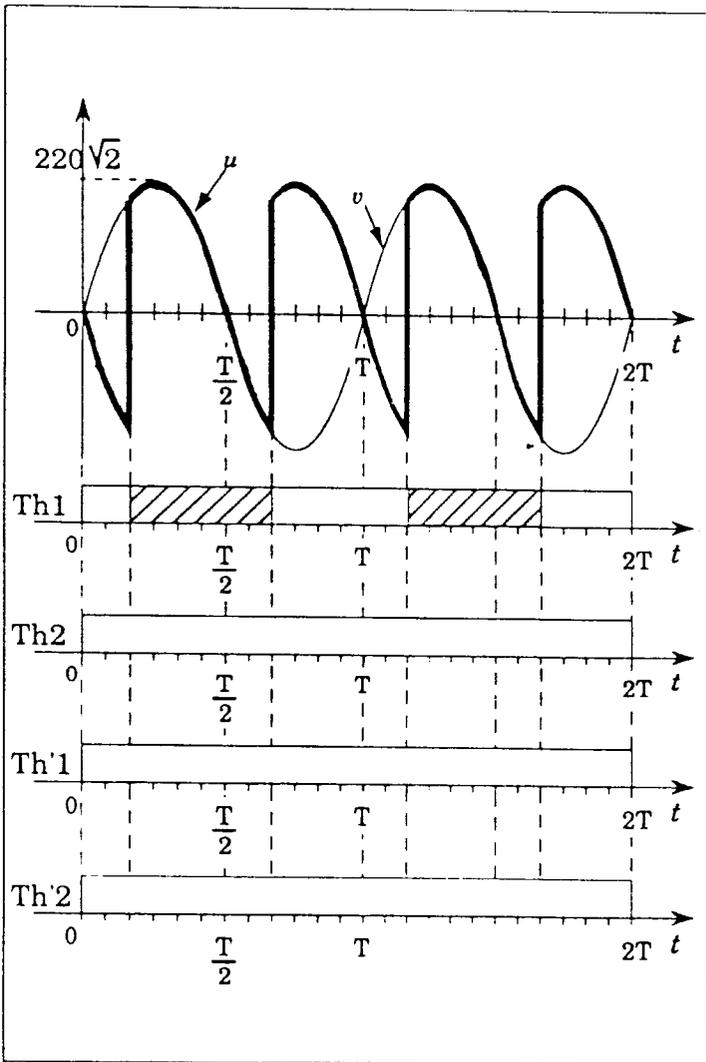

Figure 2 : Hachurer les intervalles de conduction des thyristors Th2, Th'1 et Th'2 comme cela est fait pour le thyristor Th1.
- 2) La tension entre les bornes M et N est représentée sur la figure 2.
- 2.2) Compléter la figure 2 en indiquant les intervalles de conduction des thyristors Th2, Th'1 et Th'2.